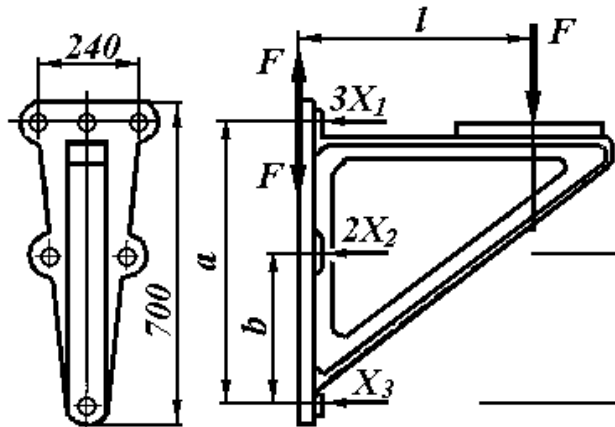

Рис. 3
**Задание 3 (резьбовые соединения).** Приблизительно рассчитать болты, крепящие к стене кронштейн, на котором установлен электромотор (рис.3); данные  $F, l, a, b$  взять из таблицы в соответствии с номером варианта.